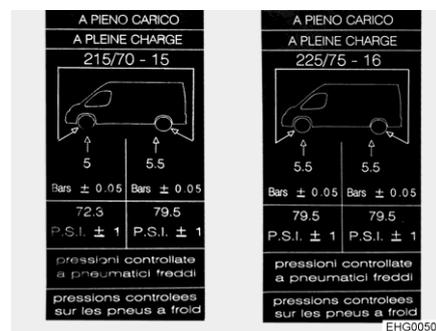

Fig. 164 Etiqueta adhesiva de información acerca de la presión de los neumáticos en la columna B (ejemplo)
- ▷ En el interior de la columna B se han fijado etiquetas adhesivas de información indicando la presión necesaria para los neumáticos (véase Fig. 164).